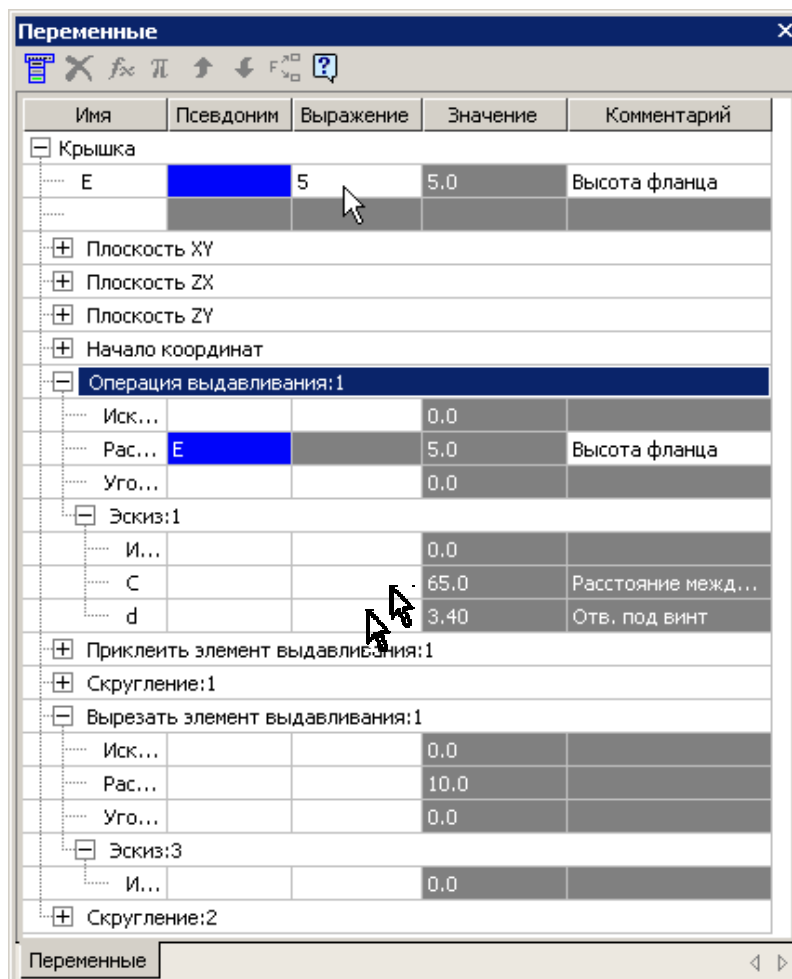

Рис. 77
- Для детали «Крышка» введите необходимые значения в графу «Выражение» для переменных E , и C , рис. 77. Отредактируйте свойства детали (обозначение, наименование, материал).